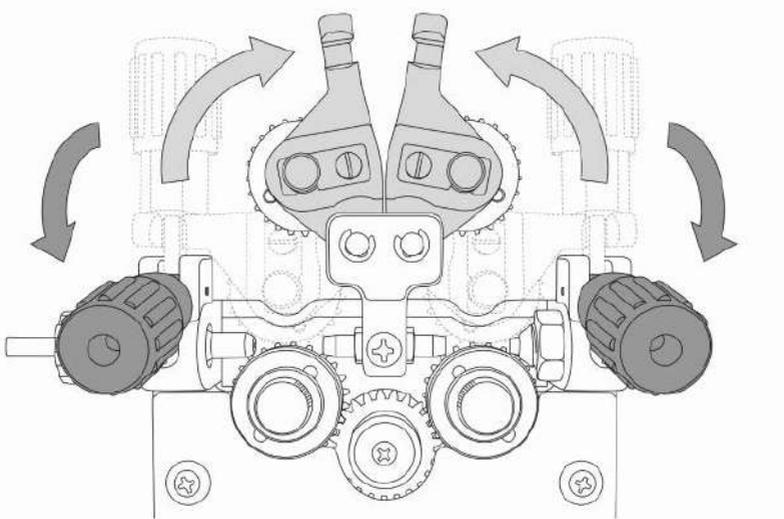

Рис. 8.6.1. Открытие механизма подачи проволоки.
1. Откройте механизм подачи проволоки. Потяните на себя механизмы прижима (см. рис. 8.6.1).